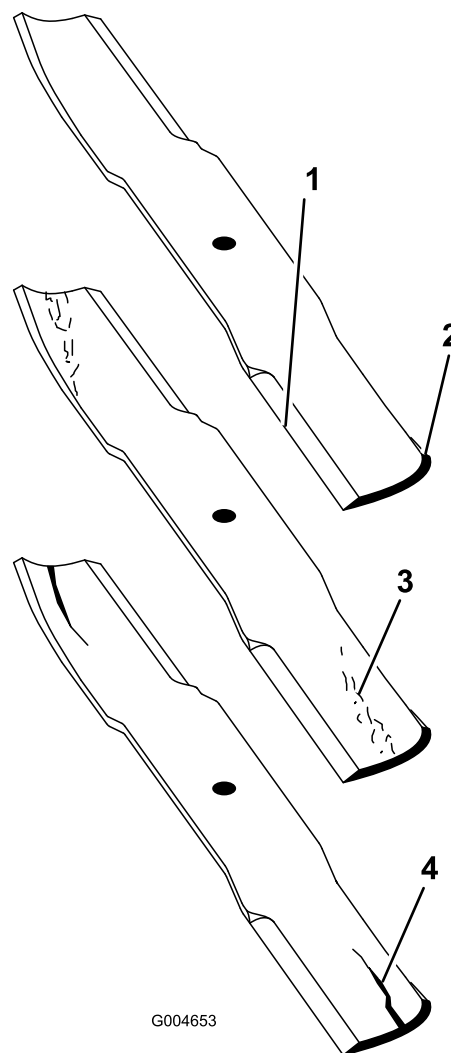

Figura 130
2. Examine cuidadosamente los extremos de corte de la cuchilla, sobre todo en el punto de reunión entre la parte plana y la parte curva de la cuchilla (Figura 130).
Nota: Puesto que la arena y cualquier material abrasivo pueden desgastar el metal que conecta las partes curva y plana de la cuchilla, compruebe la cuchilla antes de utilizar la segadora. Si se aprecia desgaste (Figura 130), cambie la cuchilla.